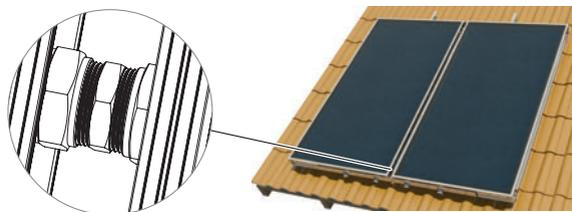

Figura 2.18
- 7 Collegare il secondo collettore e stringere le giunzioni*. (Figura 2.18).